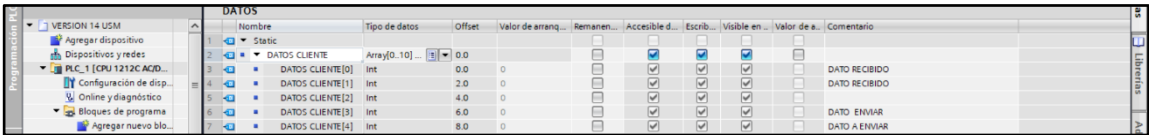

Figura 4-12. Bloque de datos donde se registran datos enviados y recibidos.
He de mencionar que estos datos son números enteros, que se almacenan en un bloque de datos (DB), es decir, desde este bloque se realiza la lectura de los datos recibidos y también la escritura de los datos a enviar como se puede ver en la Figura 4-12.